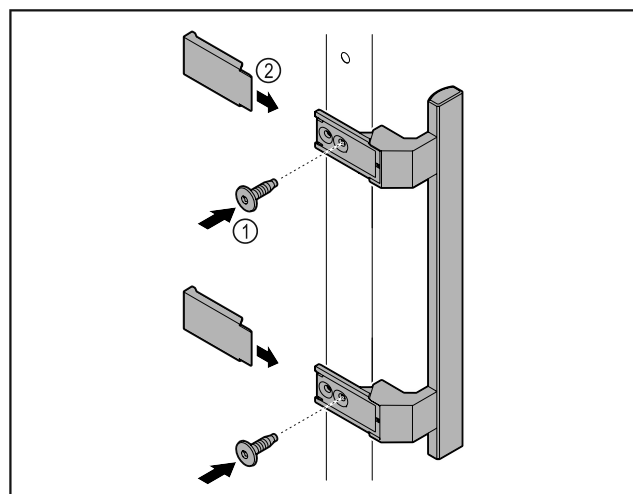

Fig. 5
- ▶ Montirajte ručku iz vrećice s priborom s pomoću priloženih vijaka Fig. 5 (1) na vrata.
- ▶ Postavite pokrov Fig. 5 (2).